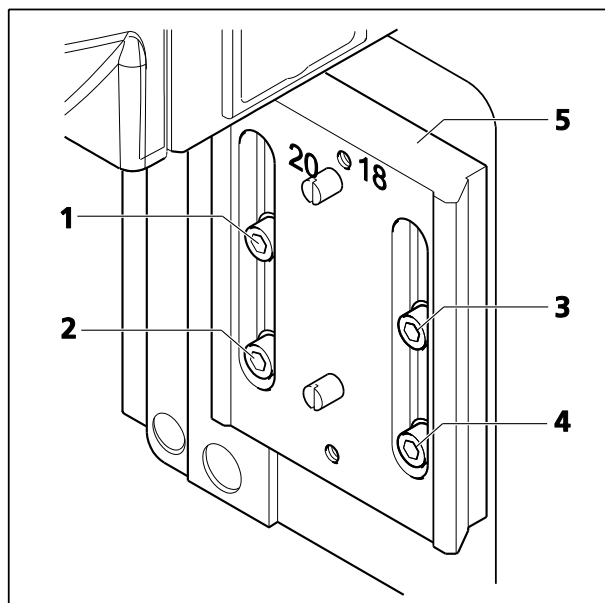

Fig. 31 Réglage du guide en queue d'aronde pour extension de l'espace échantillon
- **Desserrer** les quatre vis de serrage (Fig. 31/1 à 4) du guide en queue d'aronde.
- Déplacer la plaque de guidage (Fig. 31/5) aussi loin que possible dans les fentes.
- vis supérieure gauche (Fig. 31/1),
- vis inférieure gauche (Fig. 31/2),
- vis supérieure droite (Fig. 31/3),
- vis inférieure droite (Fig. 31/4),